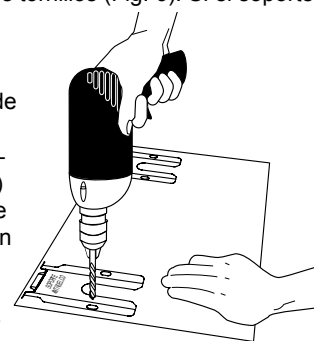

Fig. 6
**b. Taladre los agujeros y fije el soporte** - Taladre un agujero piloto de 1/8" donde se instalarán los tornillos (Fig. 6). Si el soporte se instala en la pared, realice un orificio de guía en un ángulo aproximado de 20° hacia abajo. Si el soporte se instala en piso de mampostería o cerámica, debe realizar un orificio guía con el taladro de 3/16" y 1-3/4" (4,45 cm) de profundidad. Los tornillos que se suministran pueden usarse en madera o concreto. Para fijar el soporte, utilice un destornillador de tuercas de 5/16" o un destornillador para tornillos de cabeza plana.